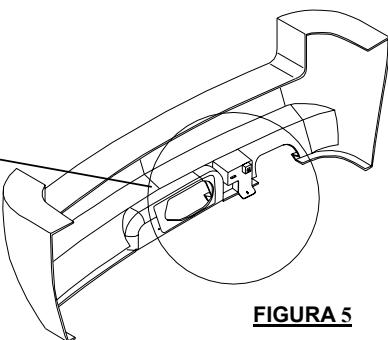

FIGURA 5
- c. En modelos más nuevos, se requiere un recorte de la placa protectora interior más extenso para un ajuste perfecto. Cuando mostrado en la **Figura 5**.